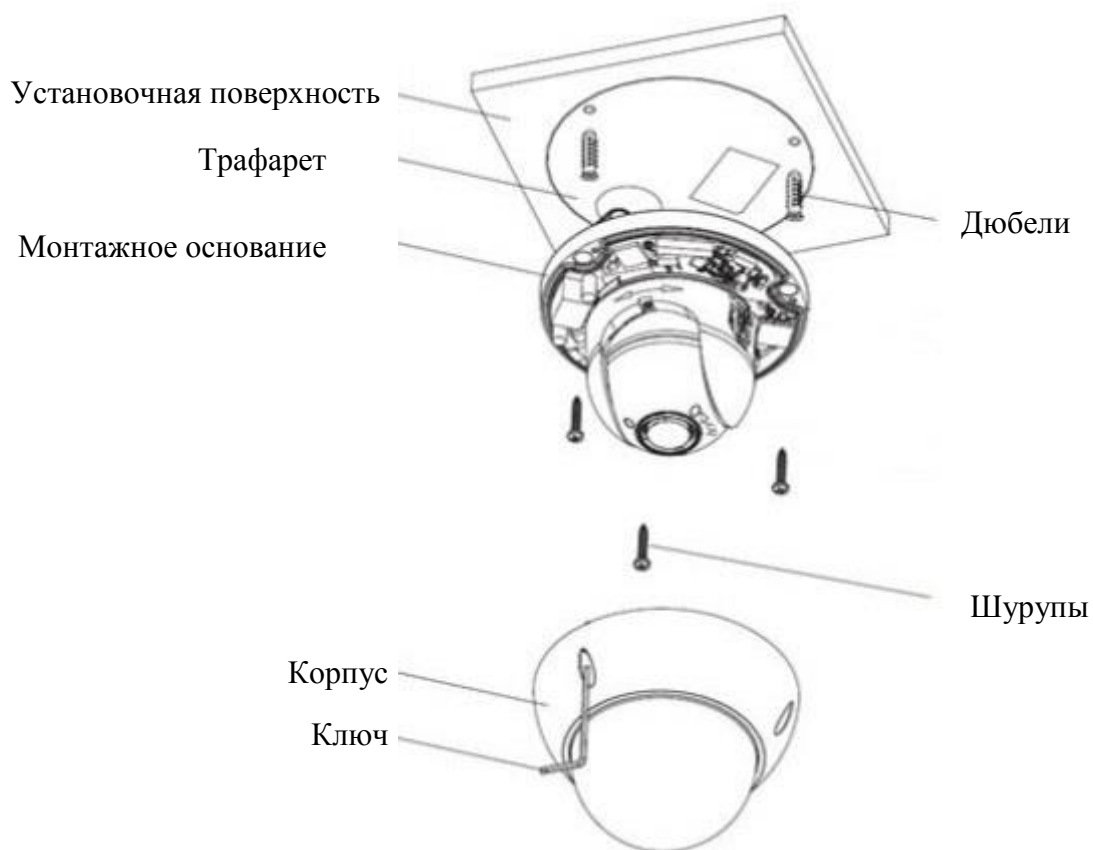

Рисунок 7.3
7.6 Прикрепите монтажное основание видеокамеры к установочной поверхности и закрепите видеокамеру (рис.7.3).